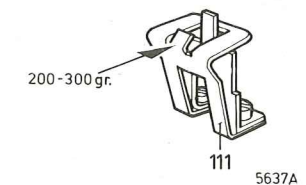

Fig. 6
D. Trykknapperne 58...62 (fig 6)